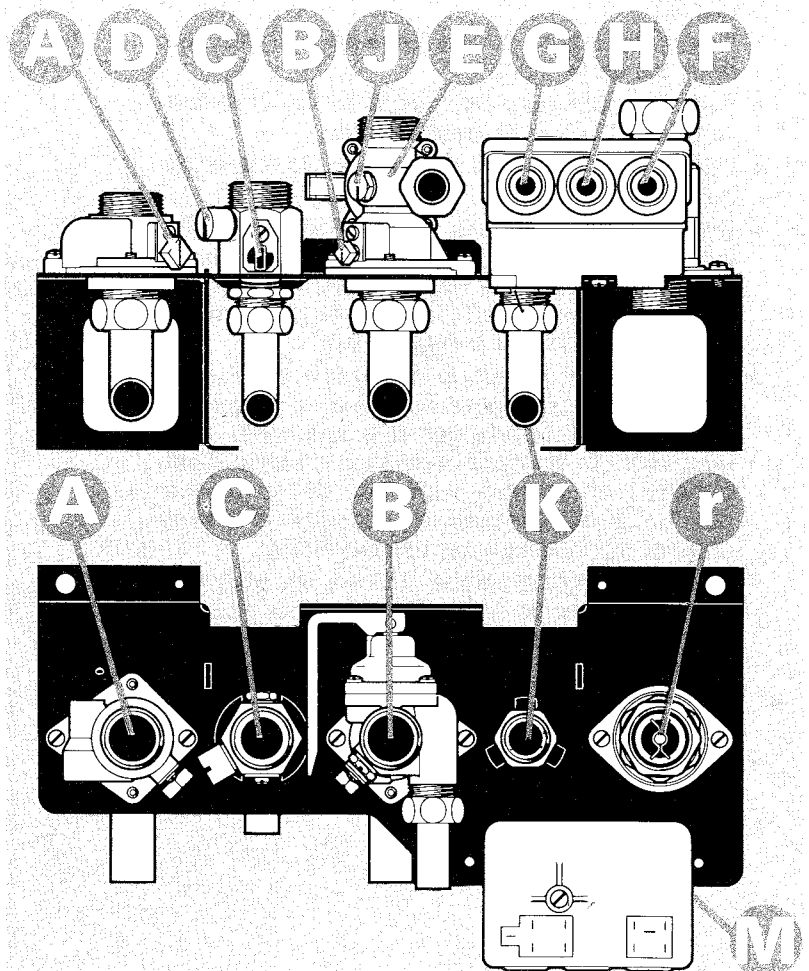

Fig. 6
La plaque de raccordement située au-dessous de la chaudière est principalement à la disposition des agents de maintenance ; elle comprend (fig. 6) :
Il s'effectue sur la plaque à bornes (G fig. 6 et fig. 8) située en dessous à droite de la plaque de raccordement.
- Pour vidanger entièrement l'installation de chauffage et la chaudière, il suffit d'ouvrir le ou les robinets de vidange prévus obligatoirement aux points bas de l'installation et puis les différents purgeurs des radiateurs et de la chaudière, en commençant par les purgeurs les plus élevés ; on terminera la vidange du circuit de chauffage de la chaudière en dévissant la vis J située sur le mamelon départ chauffage (fig. 6).
- Si l'on désire seulement vidanger la chaudière, il suffira de fermer les deux robinets de barrage, d'ouvrir le bouchon de purge du corps de chauffe, d'enlever la vis de vidange et d'ouvrir la soupape de sécurité. La vidange de la chaudière étant terminée, il faut remettre en place la vis de vidange (J fig. 6).